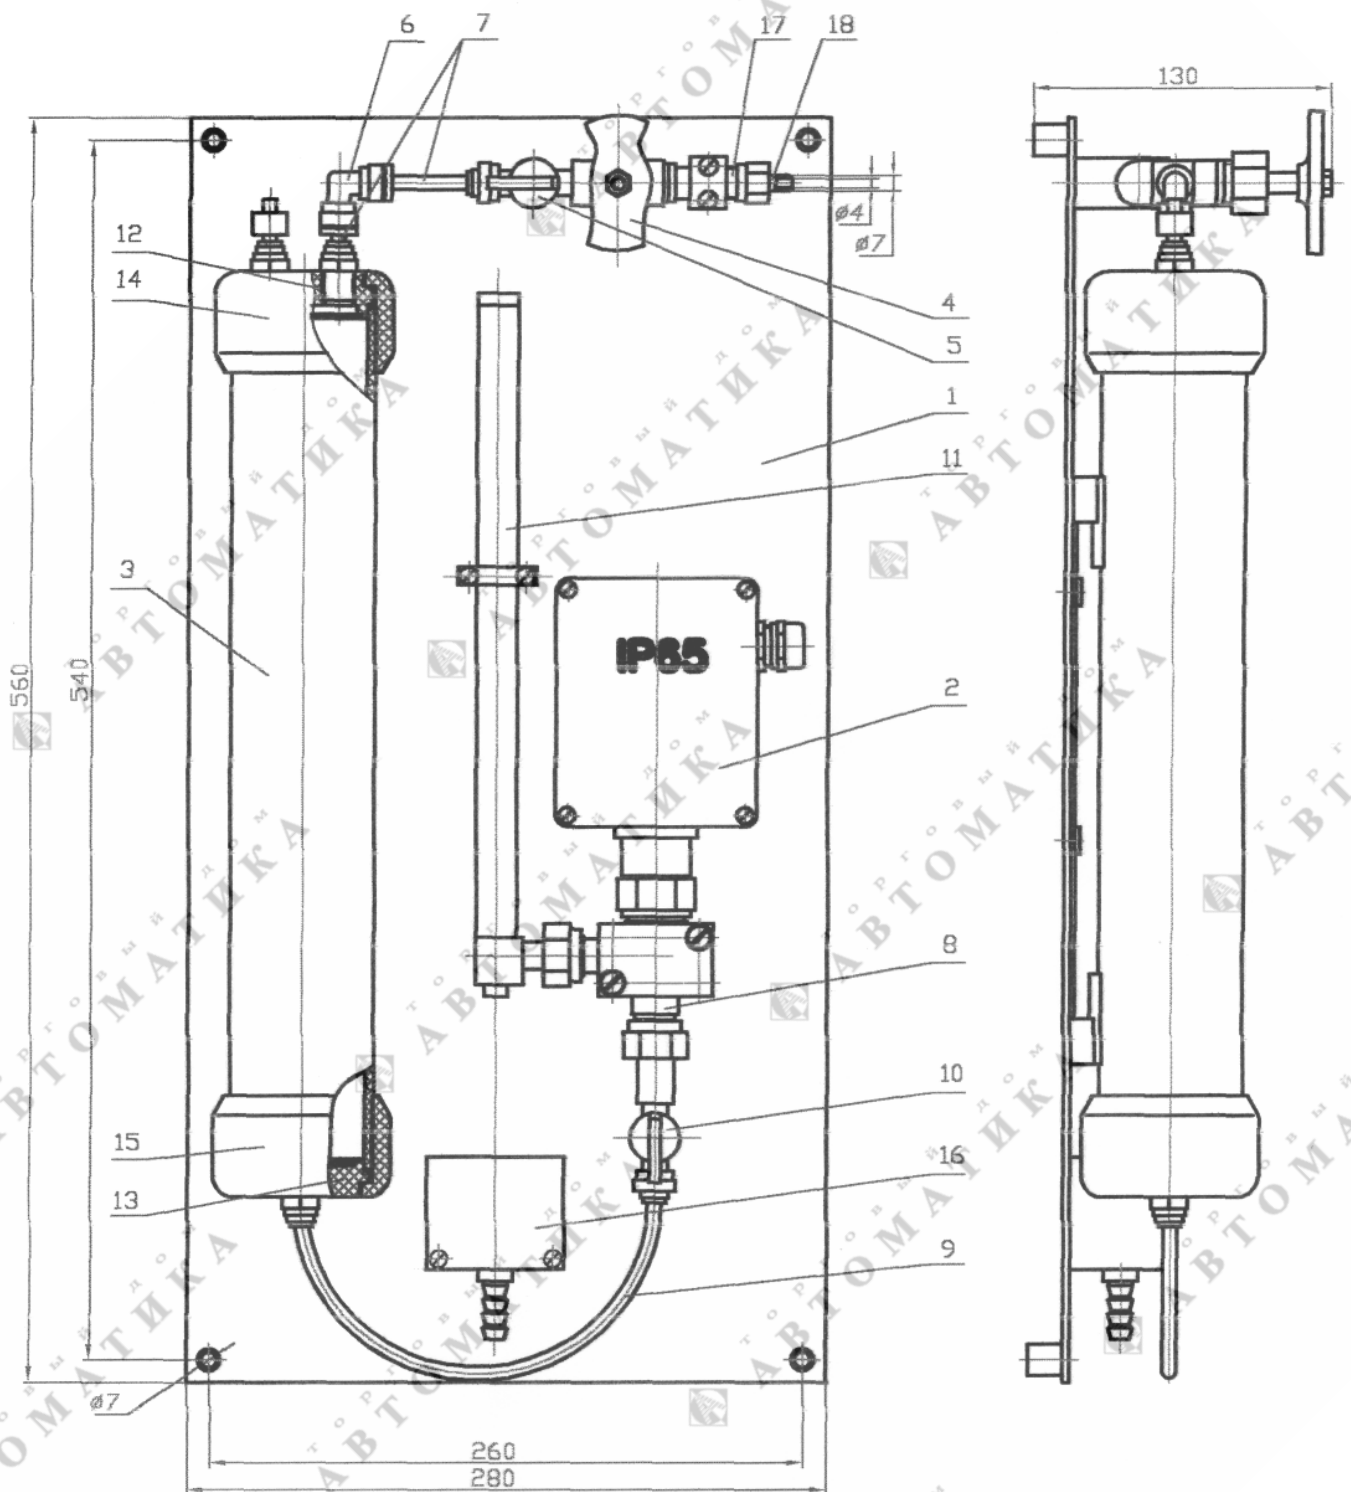

Рис.1 Общий вид гидропанели
3.5. Габаритные и установочные размеры см. рис.1
На стальной панели поз. 1 (рис.1) установлены первичный преобразователь АЖК поз. 2 и корпус Н-фильтра поз. 3. Входной клапан поз. 4 через отсечной шаровой кран поз. 5 соединен с Н-фильтром через гидравлический угольник типа «ниппель-ниппель» поз. 6 пластиковыми трубками поз. 7.